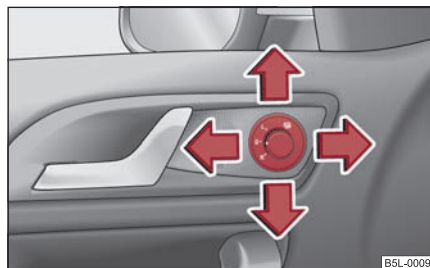

Fig. 74 Interiorul ușii: Buton rotativ
- Aduceți butonul rotativ în poziția  ⇒ fig. 74.
Când butonul rotativ se află în poziția **R** ⇒ pagina 72, fig. 74 și se selectează treapta de marșarier, suprafața oglinzii se basculează puțin în jos. Astfel în timpul parcării este asigurată vizibilitatea spre bordură.